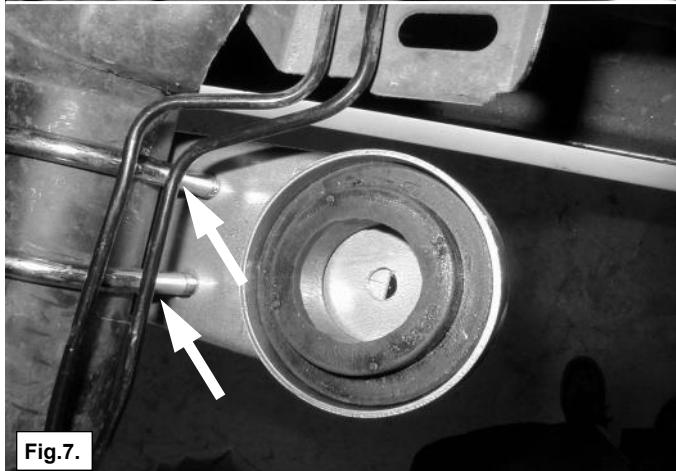

Fig.7.
4. Entfernen Sie die Bremsleitung aus die Klemmen von der Achse. Montieren Sie Bügel **B** mit der U-Bolzen unter die Achse. Achten Sie darauf das der Bügel gerade unter den obere Bügel **A** kommt. Siehe Fig. 7 und 8. Biegen Sie Vorsicht die Bremsleitungen so dass diese die U-Bolzen nicht fassen können. Montieren Sie die Bremsleitungen zurück in die Klemmen.
- Retirez la durite de frein des colliers fixé sur l'essieu. Montez le support du ressort B avec les boulons en U sous l'essieu. Veillez à ce que le support soit bien en dessous et perpendiculaire au support de ressort A. Cf. fig. 7, et 8. Pliez les durites de frein avec précaution de façon à ce qu'elles ne puissent pas toucher les boulons en U et remettez-les en place dans les colliers.